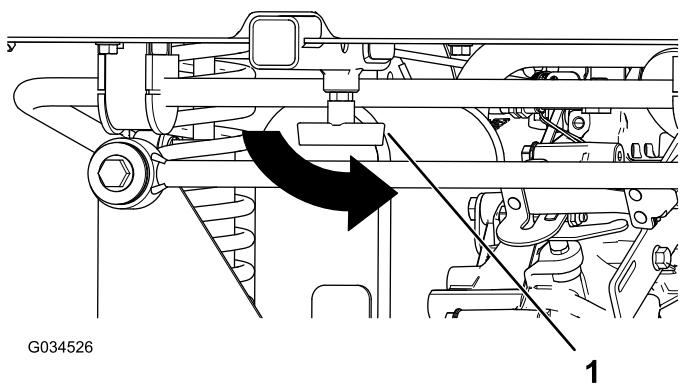

Figura 20
4. Aperte a pega em “T” rodando-a no sentido contrário ao dos ponteiros do relógio (Figura 20).